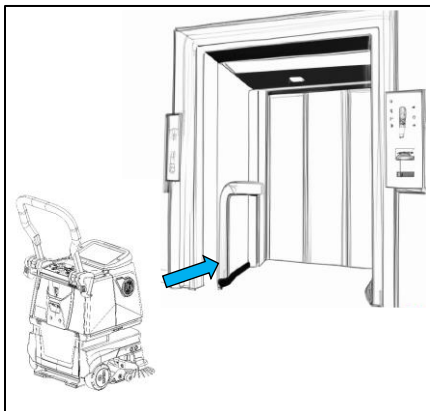

Fig. 3
- Déplacement du R3 VAC dans les ascenseurs : appuyez sur la pédale, inclinez le robot vers le haut et poussez-le, car la plus petite roue avant peut se coincer (Fig. 3).